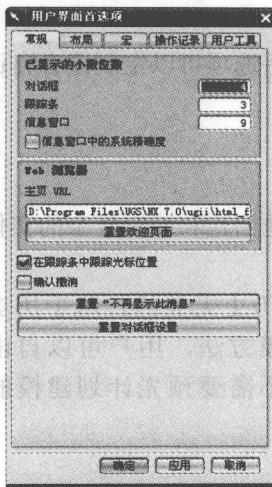

图 1-2 “用户界面首选项”对话框
(1) 用户界面：单击该命令，弹出如图 1-2 所示的对话框。该对话框用于设置 UG 如何工作，用户可以进行以下设置。